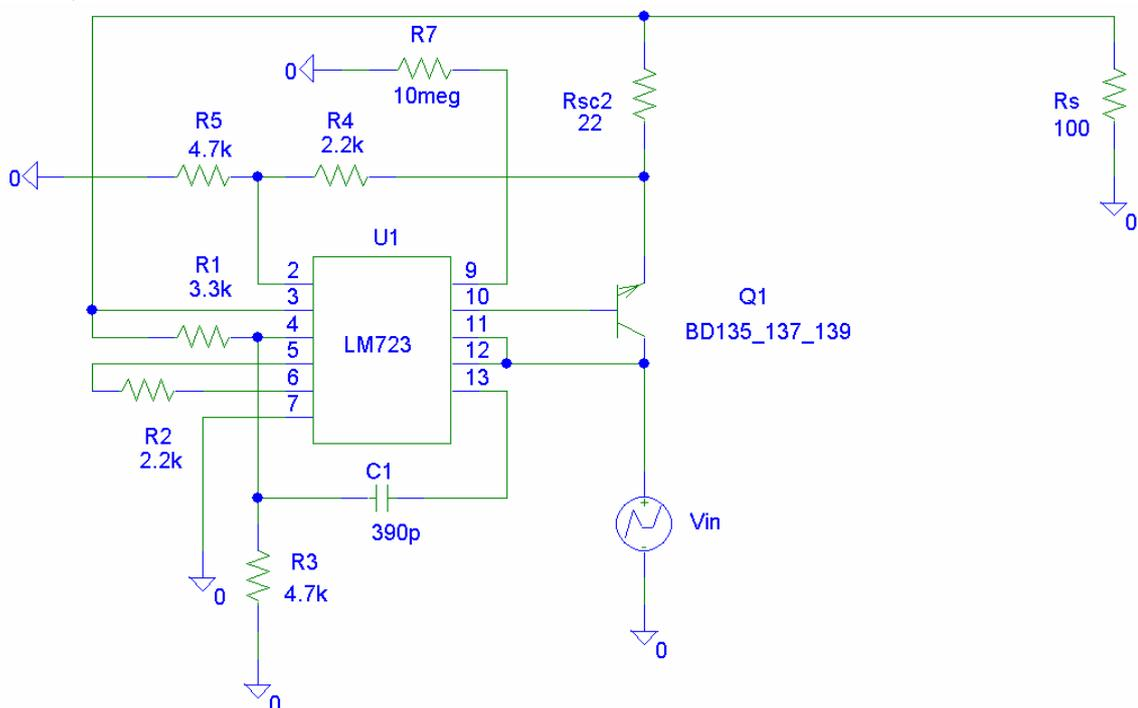

Figura 5. Schema electrica a stabilizatorului linear de tensiune cu $V_o > V_R$
3. Se deseneaza schema electrica a stabilizatorului liniar de tensiune cu $V_o > V_R$ si protectie la scurtcircuit prin întoarcerea curentului (figura 5).